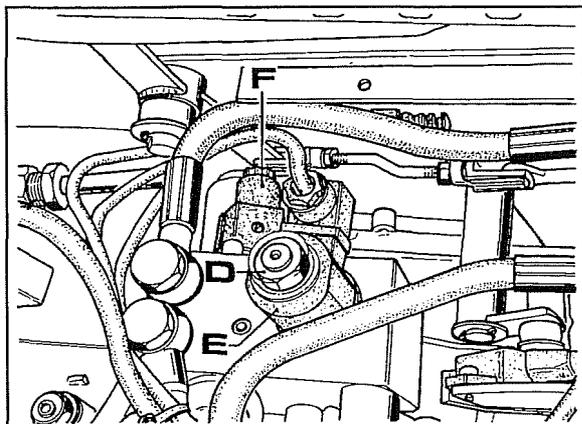
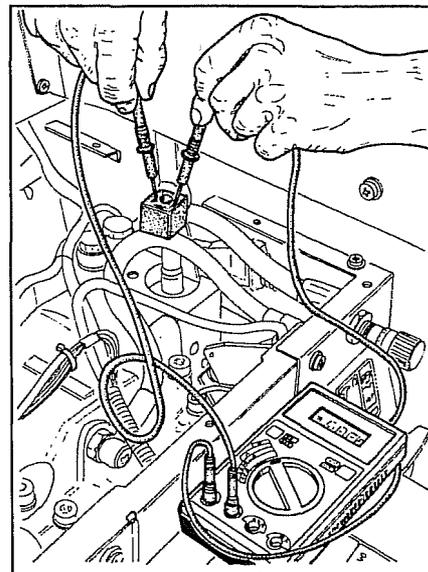
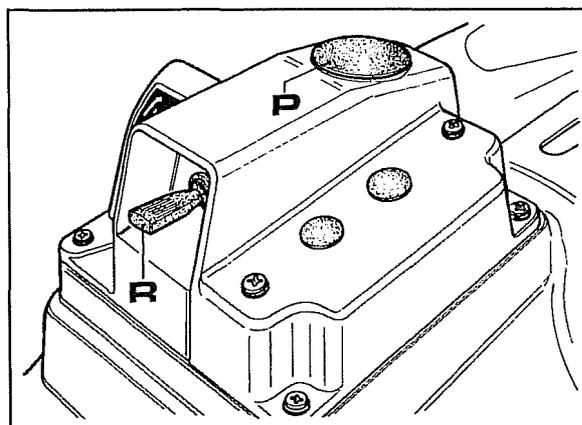

Abb. 4
Abb. 5
Abb. 6
1. Nach dem Herausziehen des Fahrersitzes den Schutz des Magnetventils entfernen und die Mutter **D** Abb. 4 losdrehen, um dann die Spule **E** vom Solenoid abzuziehen.
2. Um zu prüfen, ob Strom vorhanden ist, die Spannungsmessung auf dem Stift des Kabelstrangs vornehmen, der vom Magnetventil kommt (Abb. 5), wobei vorher daran zu denken ist, daß man die Maschine mit ganz gesenktem Kraftheber einstellt, die Stromversorgung auf dem Zünd-Anlaßschalter einstellt, dann die Sicherheitstaste **P** Abb. 6 drückt und den Hebel **R** Abb. 6 zur Betätigung des Krafthebers hochzieht.
Um die Spannungsmessung auf dem Stift des Kabelstrangs vorzunehmen, das vom Magnetventil **F** Abb. 4 kommt, reicht es aus, den Kabelstrang des Magnetventils abzutrennen, wobei daran zu denken ist, daß man die Maschine vorher darauf vorbereitet, indem man den Hebel **R** Abb. 6 zur Betätigung des Krafthebers nach unten senkt und dann auf die Sicherheitstaste **P** Abb. 6 drückt.
1. Nach dem Entfernen des Schutzbleches die Mutter **D** Abb. 4 losschrauben und die Spule **E** aus dem Solenoid herausziehen.